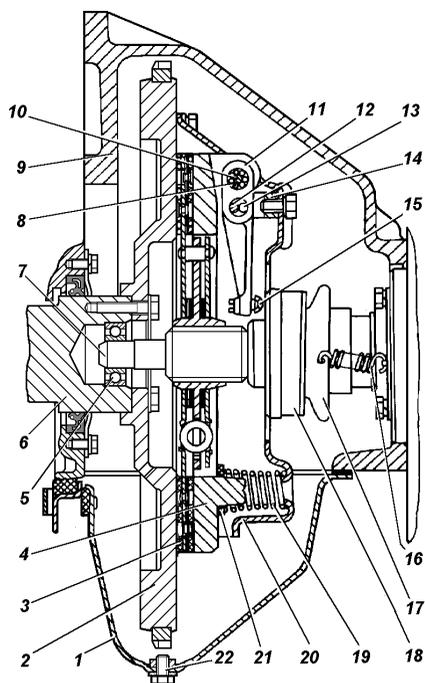

Рис. 5.1. Сцепление двигателей УМЗ:
**Сцепление** двигателей УМЗ (рис. 5.1) - однодисковое сухое, состоит из нажимного диска 4 с кожухом 20, нажимными пружинами 19 и оттяжными рычагами 11 в сборе, ведомого диска 3 с фрикционными накладками и гасителя крутильных колебаний в сборе.
Визуально определить какое сцепление установлено можно по расположению рабочего цилиндра выключения сцепления. Рабочий цилиндр сцепления с нажимными пружинами и оттяжными рычагами (рис. 5.1) расположен с левой (по ходу) стороны двигателя. Рабочий цилиндр сцепления с центральной диафрагменной нажимной пружиной - с правой стороны двигателя.
Необходимо периодически сливать конденсат из картера сцепления, вывернув пробку 22 (рис. 5.1).